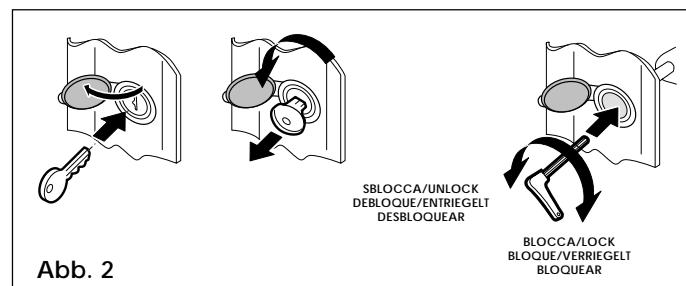

Abb. 2
- von außen (Abb. 2)
Dimensiones del motorreductor LxHxP(mm)	véase fig. 2